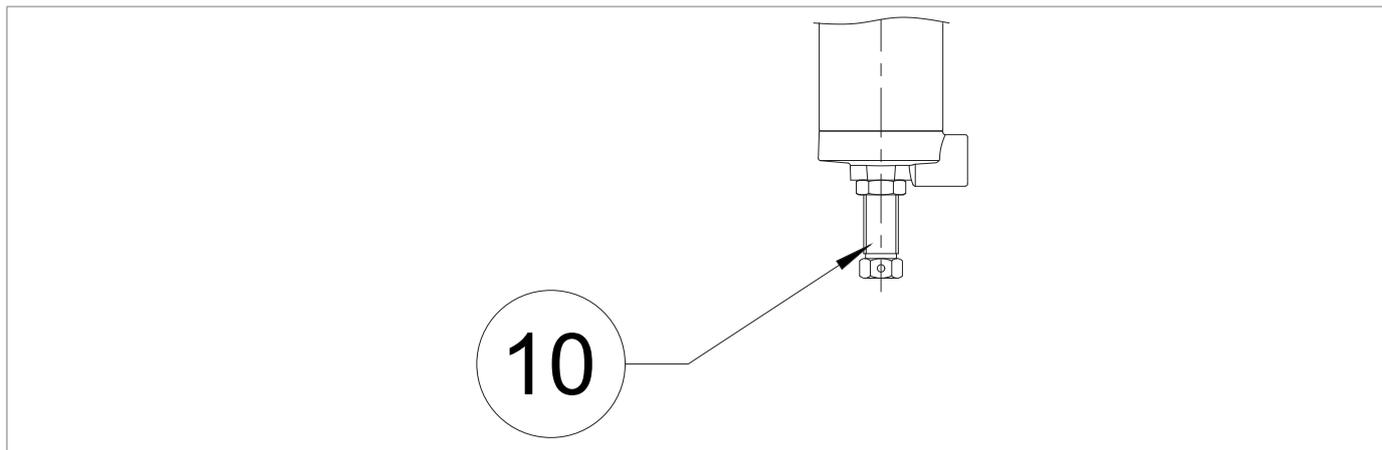

Рис. 8.30. Пилоты серии 200/A/FO
2	Полностью отверните крепежную гайку и регулировочный винт (Рис. 8.30) пилотов (3, 11), чтобы снять напряжение с пружин.
4	Полностью сожмите управляющую пружину (3), повернув регулировочный винт (Рис. 8.30) по часовой стрелке.
7	Поворачивайте регулировочный винт (Рис. 8.30) пилота (3) против часовой стрелки, чтобы ослабить регулировочную пружину, пока не будет достигнуто заданное значение давления на выходе.
13	Затяните регулировочные винты и крепежные гайки (Рис. 8.30) на пилотах (3, 11).
2	Полностью открутите крепежную гайку и регулировочный винт (Рис. 8.30) пилотов (3, 10).
5	Полностью сожмите управляющую пружину (3), повернув регулировочный винт (Рис. 8.30) по часовой стрелке.
7	Медленно повышайте давление на выходе, поворачивая регулировочный винт (Рис. 8.30) пилота монитора (10) по часовой стрелке до достижения значения давления срабатывания дроссельного клапана М/А (11). ВАЖНАЯ ИНФОРМАЦИЯ! Проверить давление с помощью манометра на входе (5).
9	<p>Поверните регулировочный винт (Рис. 8.30) пилота монитора (10) против часовой стрелки, чтобы уменьшить значение давления на выходе до выбранного рабочего значения монитора.</p> <div style="border: 1px solid blue; padding: 5px;"> <p>! ВАЖНАЯ ИНФОРМАЦИЯ!</p> <ul style="list-style-type: none"> • Убедитесь, что дроссельный клапан М/А (11) прервал сброс газа. • Проверить давление с помощью манометра на входе (5). </div>
10	<p>Поворачивайте регулировочный винт (Рис. 8.30) пилота (3) против часовой стрелки, чтобы ослабить регулировочную пружину, пока не будет достигнуто заданное значение давления на выходе.</p> <div style="border: 1px solid blue; padding: 5px;"> <p>! ВАЖНАЯ ИНФОРМАЦИЯ!</p> <p>Проверить давление с помощью манометра на входе (5).</p> </div>
16	Затяните регулировочные винты (Рис. 8.30) и крепежные гайки пилотов (3, 10) и дроссельной заслонки М/А (11).
2	Полностью открутите крепежную гайку (Рис. 8.30) пилотного винта (3).
3	Полностью ослабьте управляющую пружину (3), повернув регулировочный винт (рис. 8.30) против часовой стрелки.